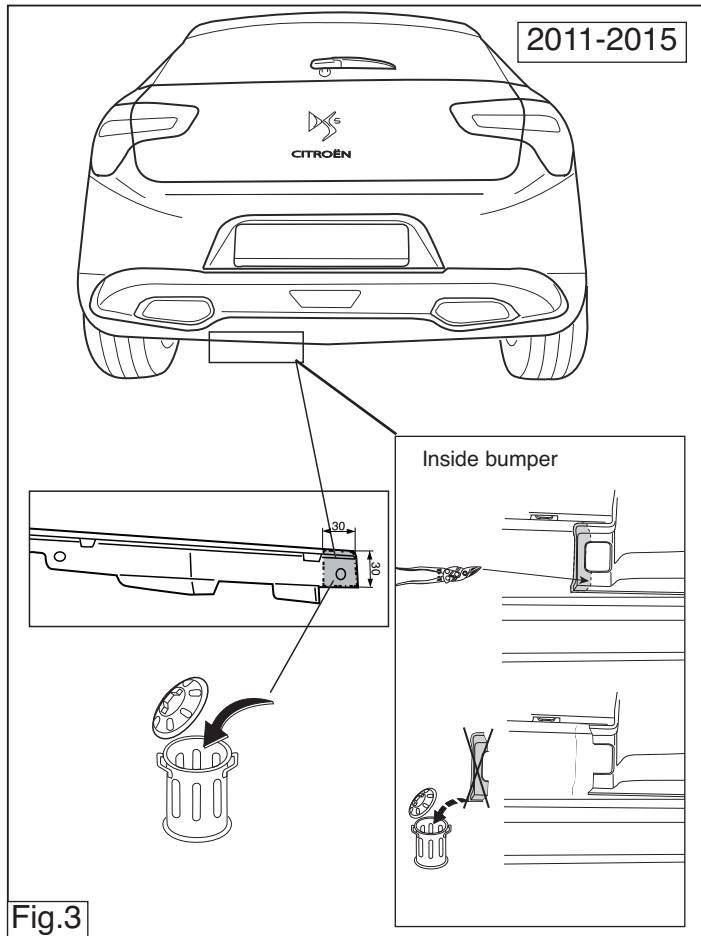

Fig.3
9. Выпилить обозначенную часть, как указано на рис. 3,4 и 5.